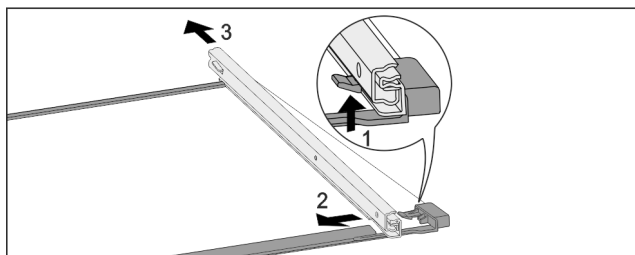

Fig. 157 Стеклаянная пластина с направляющими
- ▶ Отожмите передний стопорный крючок вверх. Fig. 157 (1)
- ▶ Сдвиньте выдвижную направляющую в сторону Fig. 157 (2) и назад Fig. 157 (3).